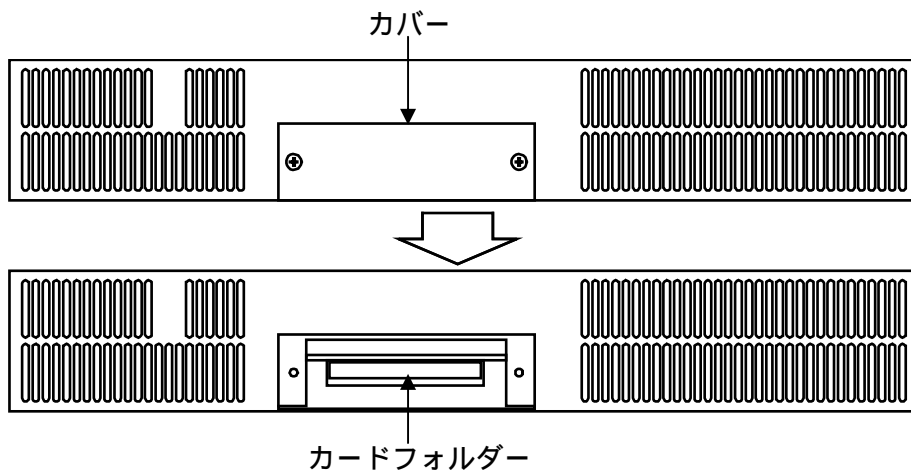

図 6-1 カード装着用フォルダー
- (1) ユニット上面のカバーのネジをはずし、カバーを取ります。(図 6-1 を参照)